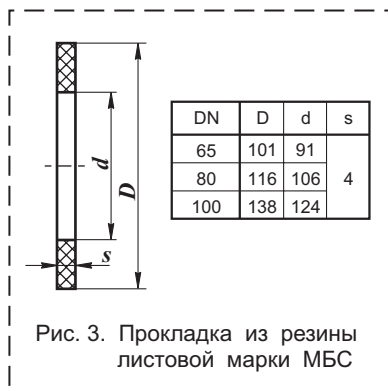

Рис. 3. Прокладка из резины листовой марки МБС
4.2.7 Монтаж фланцевых соединений выполнить с при-менением прокладок из резины МБС средней твердости (рис. 3).